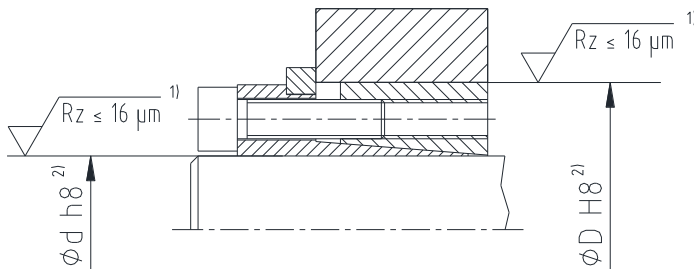

Bild 3: Toleranzen und Oberflächen (Beispiel: CLAMPEX® KTR 201)
- Wellen- und Nabensitz auf vorgeschriebene Toleranz (Bild 3) prüfen.